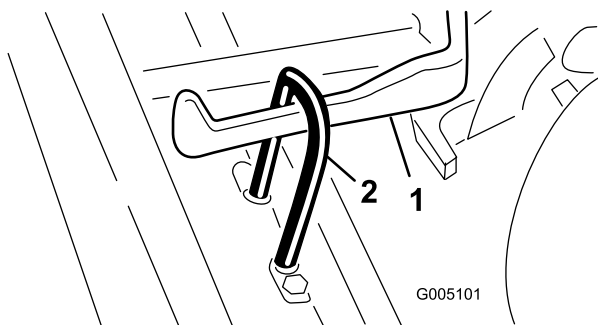

**Figure 5**
2. Poussez l'unité de coupe sous le cadre de traction en accrochant le crochet de levage au bras de levage (Figure 5).